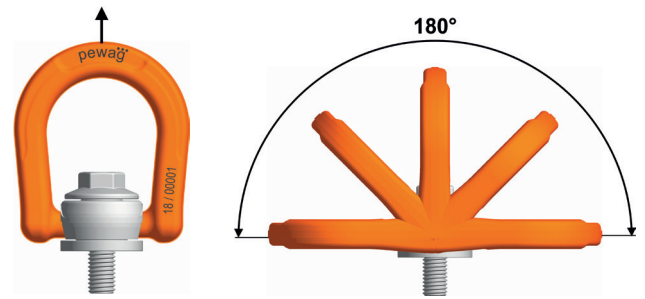

Bild 1: erlaubte Belastungsrichtungen die bei bestimmungsmäßigem Gebrauch auftreten können.
- Die Belastung darf nur in der vorgegebenen Richtung (Bild1 unter Punkt 2 dieser Anleitung) mit der maximalen Tragfähigkeit lt. Tabelle 1 und unter Berücksichtigung der unter Punkt 2 angegebenen Einsatzbedingungen erfolgen.
Belastung: Die Belastung darf nur in der vorgegebenen Richtung (Bild 1) mit der maximalen Tragfähigkeit lt. Tabelle 1 und unter Berücksichtigung der hier angegebenen Einsatzbedingungen erfolgen.
- Zugrichtung nicht im vorgegebenen Bereich lt. Bild 1 liegt.